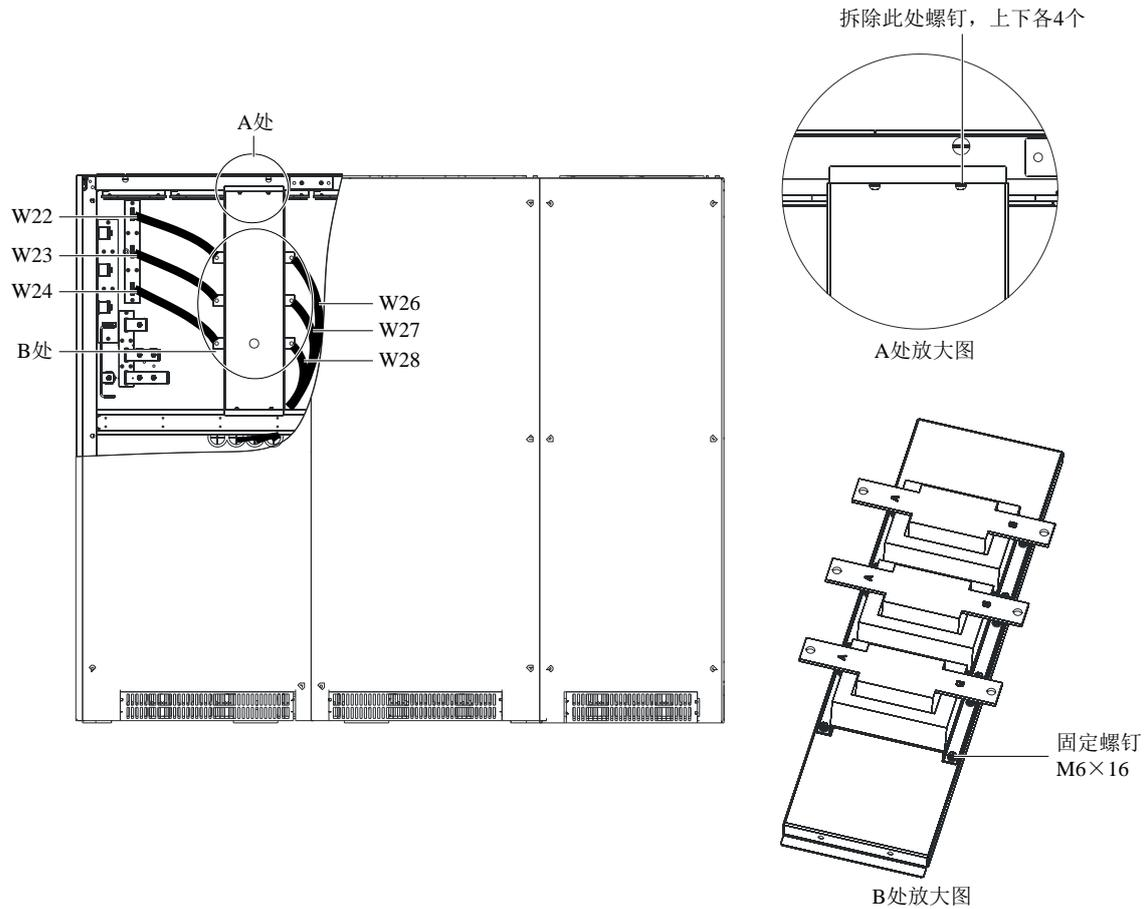

图8-7 300kVA UPS 旁路电感安装位置图
3. 将旁路电感固定在旁路安装板上，每4个M6×16的螺钉固定一个电感，固定完毕如图8-7中的B处放大图所示。